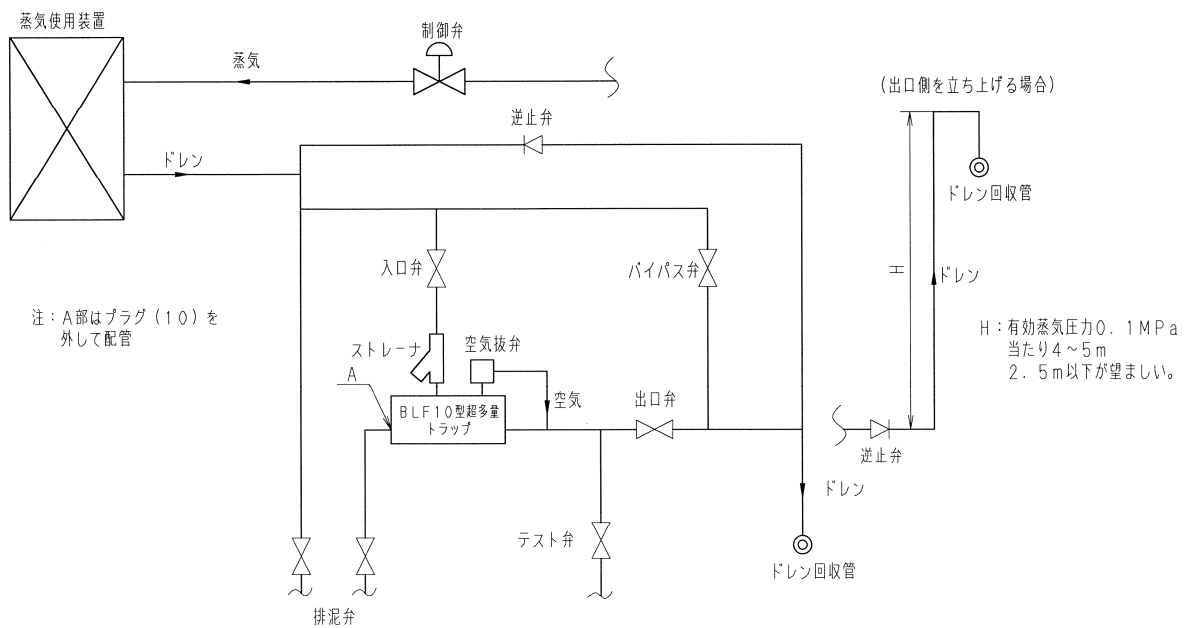

図3 配管例図
- 4.1 配管に際しては、図3に示すように必ずY型ストレーナ及び予備弁を取付けてください。